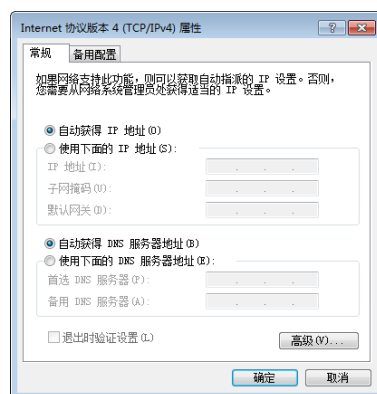

图3-6 PC 网络配置
1. 打开电脑上的控制面板，选择“网络和 Internet”>“网络和共享中心”>“更改适配器配置”，选择对应的网卡，将网卡配置成自动获得 IP 地址或手动分配与设备同一网段地址，如 图3-6 所示。